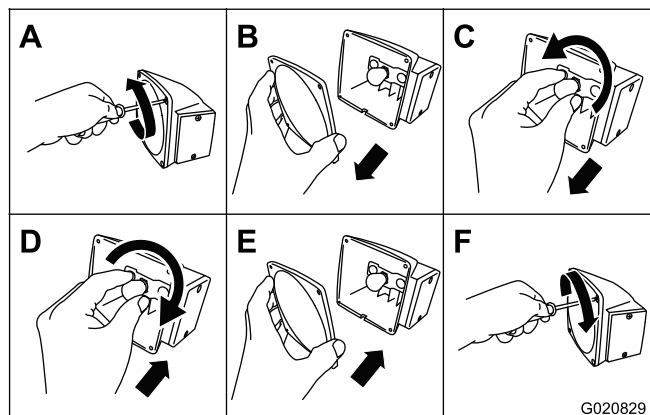

Figura 56
1. Utilice un destornillador para retirar los 4 tornillos de la lente cuadrada grande de la luz (Figura 56).
2. Retire la lente (Figura 56).
3. Empuje y gire la lámpara en sentido antihorario para retirarla del zócalo (Figura 56).
4. Coloque una lámpara 1157 nueva a presión en el zócalo, y gírela en sentido horario (Figura 56).
5. Instale la lente y los 4 tornillos (Figura 56).